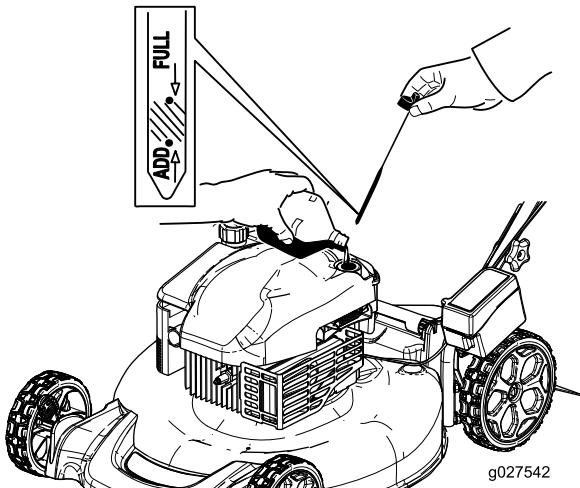

Figura 25
12. Retire vareta e verifique o nível de óleo na vareta (Figura 25).